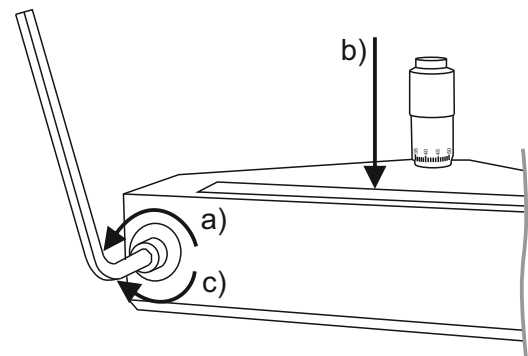

Bild 2
- 3 Drehen Sie die beiden Innensechskantschrauben mit einem 4mm Sechskantschlüssel (liegt bei) entgegen dem Uhrzeigersinn, um sie zu lockern. Drücken Sie das Messer fest gegen die flache Unterlage und ziehen Sie die beiden Schrauben dann im Uhrzeigersinn fest (Bild 2).